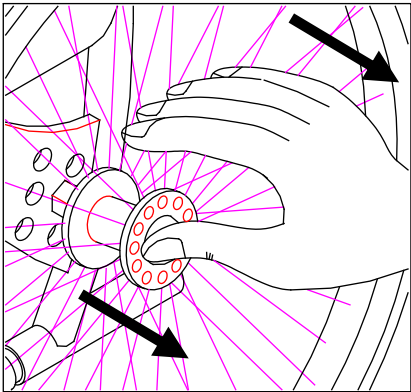

Bild 2
- Ziehen Sie das Rad ganz heraus (Bild 2).